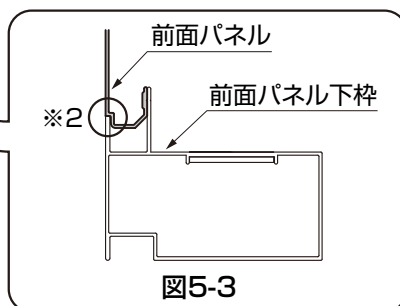

図5-3
- 前面パネルを差込んだとき、前面パネルのくぼみ(※2)が前面パネル下枠の受けに入っているか確認してください。(図5-3参照)